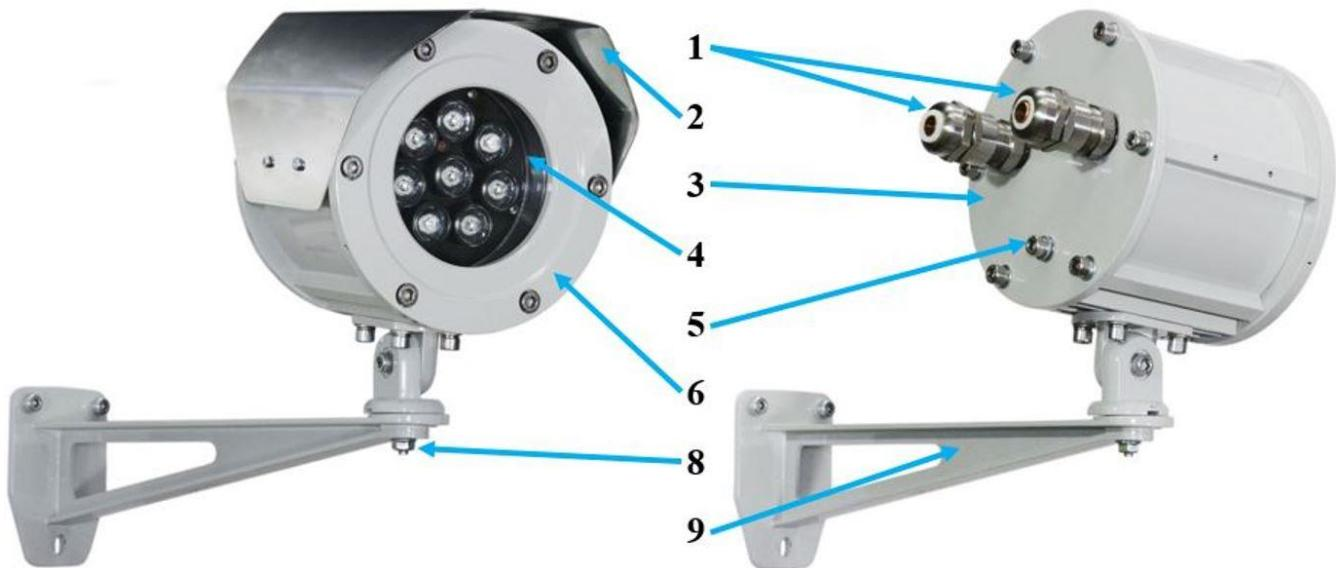

Рисунок 2. Внешний вид ИК- прожектора Релион-ТКВ-300-А-ИК
- Открутить болт (8) рис. 2, 3 и отделить кронштейн крепежно-юстировочного устройства.
- Определить рабочее место и закрепить кронштейн крепежно-юстировочного устройства (9) рис.2 и 3.
- Открутить фиксирующие винты задней крышки прожектора (3). На внутренней стороне задней крышки установлена плата коммутации рис 5. Осторожно отделить крышку от корпуса прожектора, чтобы не повредить шлейф питания от платы ИК-излучателей, подключенный к плате коммутации. Отделить от платы коммутации разъем шлейфа питания платы ИК-излучателей;
- Через кабельные вводы (1) завести кабели питания и подключить их к плате коммутации прожектора, соблюдая полярность, согласно схемы подключения на рис 6;
- Подключить проводник заземления к болту заземления (5) рис 2 и 3;
- Установить прожектор на кронштейн крепежно-юстировочного устройства (9), нацелить прожектор на контролируемую зону и зафиксировать болтом (8), рис. 2 и 3;